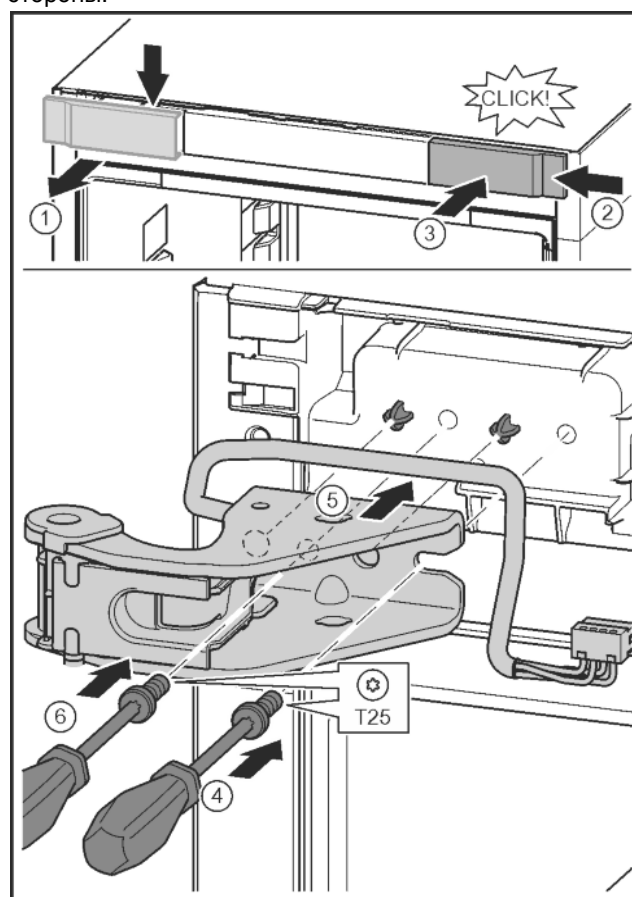

Fig. 28
- ▶ Отпустить крышку и снять скобу. Fig. 28 (1)
- ▶ Навесить крышку, повернув ее на 180°, справа с другой стороны. Fig. 28 (2)
- ▶ Крышку зафиксировать. *Fig. 28 (3)*
- ▶ Установить винт отверткой T25. *Fig. 28 (4)*
- ▶ Установить верхний опорный кронштейн. *Fig. 28 (5)*
- ▶ Затянуть винт. *Fig. 28 (4)*
- ▶ Вставить и затянуть винт отверткой T25. *Fig. 28 (6)*